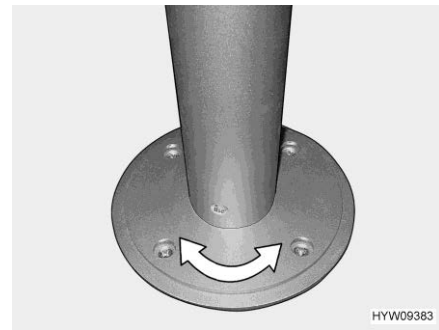

Bild 133 Pelar-bordsben (vridbart) (avhängig av modell)
- Vrid bordsskivan till önskad position. Detta kräver en viss kraftansträngning eftersom bordsskivan vrids mot friktionsmotståndet på pelar-bordsbenet (Bild 133).